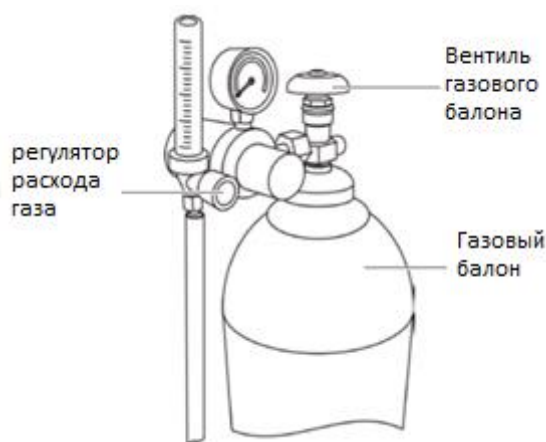

Рис. 2-11 Расположение органов подачи, регулирования газа
1. Откройте вентиль газового баллона (См. Рис. 2-11.)